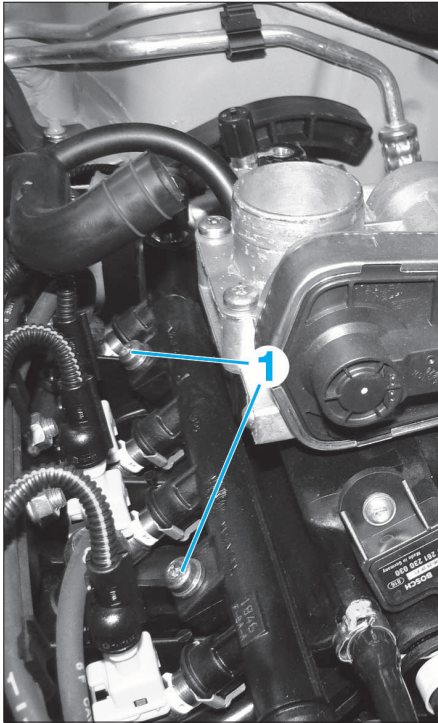

FIG. 21
- Déposer les vis de fixation (1) (Fig.21).